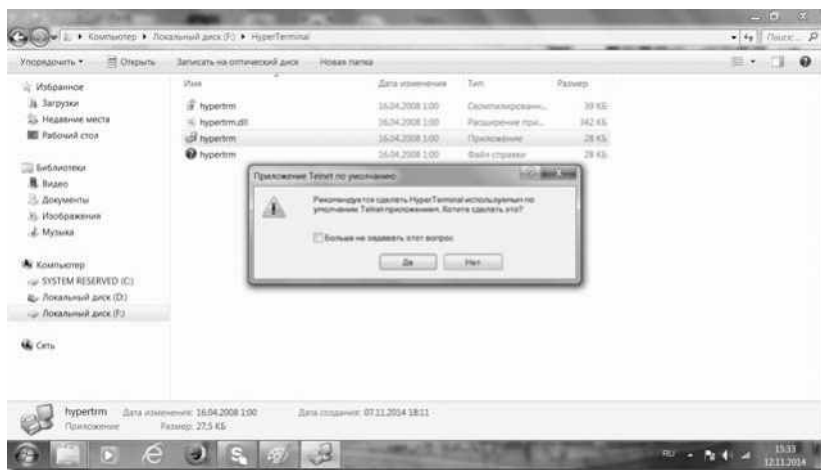

Рис. 17
4.2. При нажатии на соответствующий ярлык приложения появится окно, где необходимо согласиться сделать приложение Nurer Terminal приложением по умолчанию для данного ПК (рис. 17).